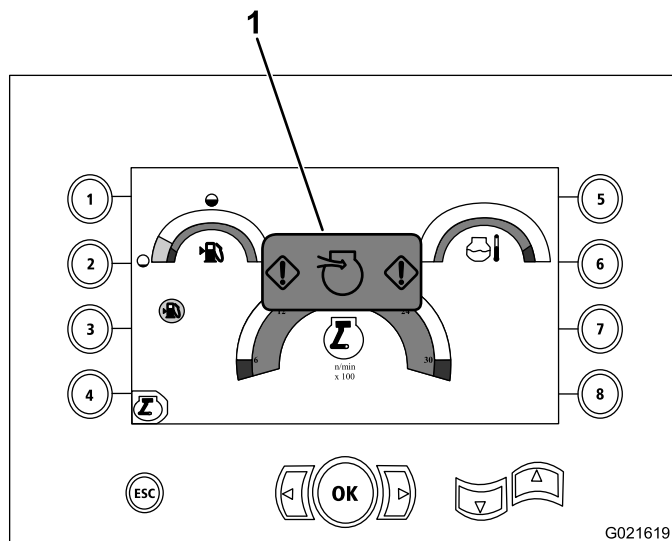

Figura 115
2. Compruebe el indicador de restricción del limpiador de aire en la pantalla, según se muestra en la Figura 115.